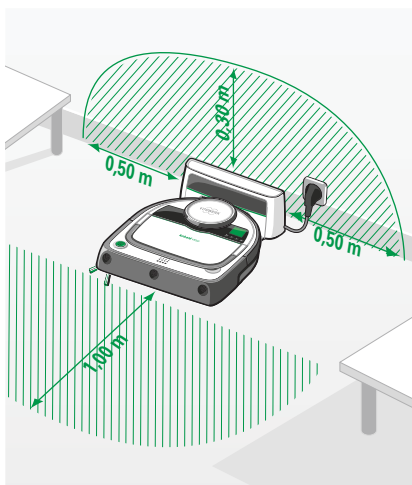

Рис. 2.5 Подготовка базовой станции
- Установите базовую станцию на ровное основание возле стены, так чтобы робот-пылесос имел свободный доступ к зарядным контактам и инфракрасной панели (Рис. 2.5).